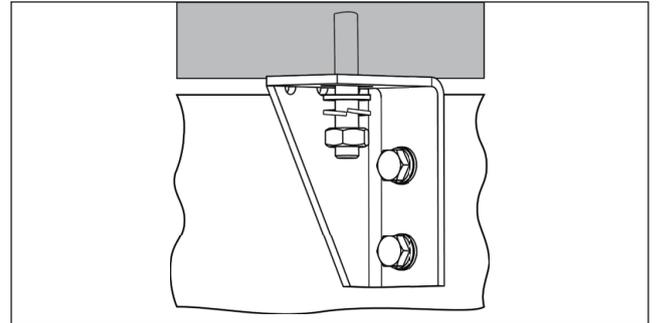

Abb. 9.1
- Montieren Sie das Gerät ausschließlich an den dafür vorgesehenen Befestigungspunkten (Abb. 9.1);